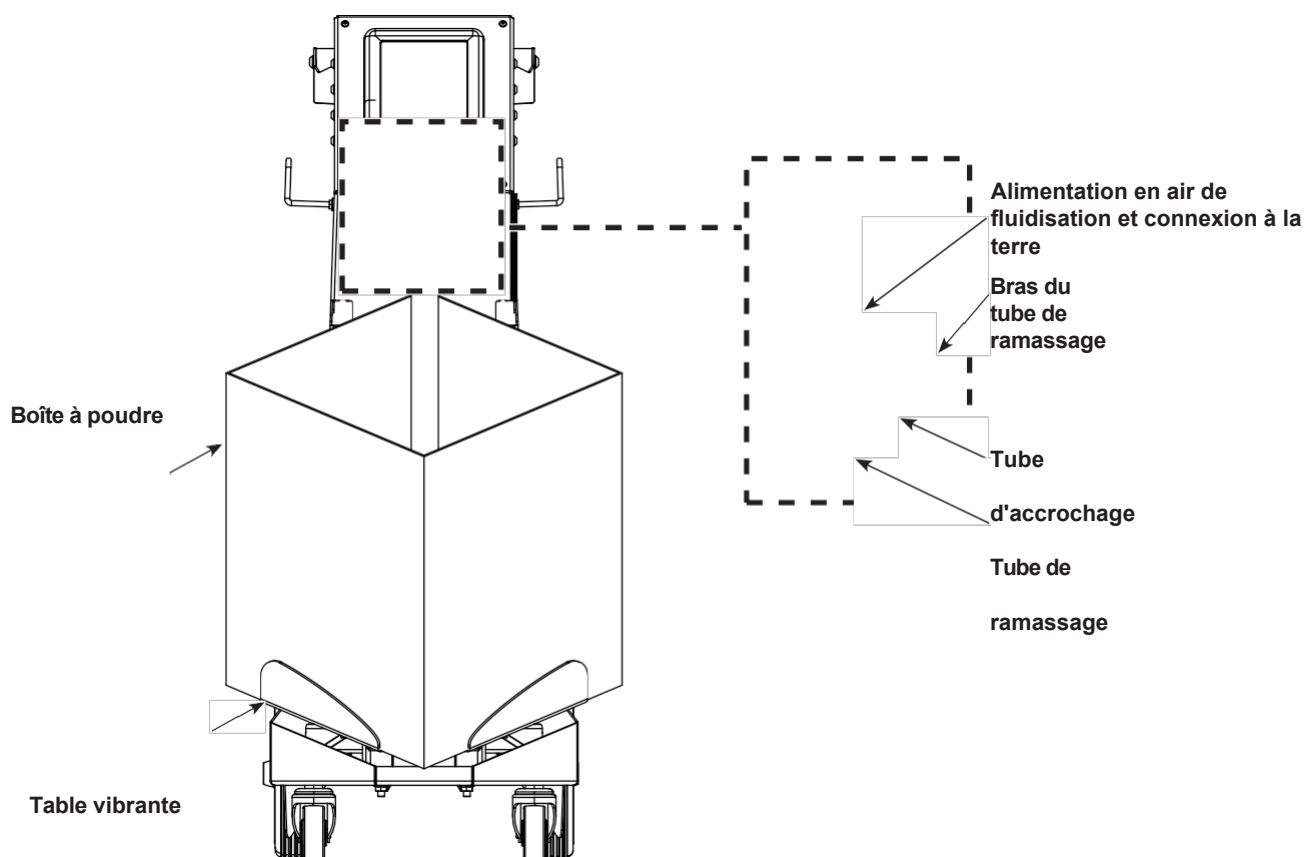

Figure 4-1 Installation de la boîte à poudre
1. Voir la figure 4-1. Soulevez le tube de prélèvement et faites pivoter le loquet du tube vers le bas et sous l'extrémité du tube de prélèvement pour le maintenir en place sur le bras.